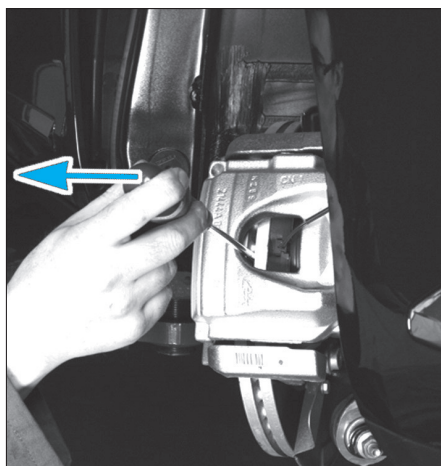

Fig. 2
- A l'aide d'un tournevis, faire lever pour repousser partiellement le piston de l'étrier (Fig.2).